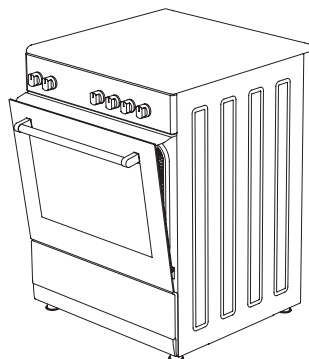

Figure 12
4. Ensuite, fixez le panneau de sécurité entre le four et le couvercle avant en fermant doucement le couvercle. (figure 12)